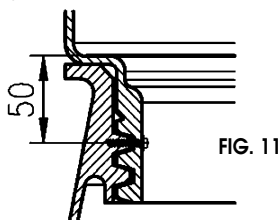

FIG. 11
- Après avoir vissé l'extension, il est recommandé de l'empêcher de se desserrer à l'aide des vis fournies. Pour cela, percer un trou \varnothing 3 mm dans la zone de filetage inférieure du filetage de l'extension et du réservoir, puis visser (Voir FIG. 11 ci-dessous).